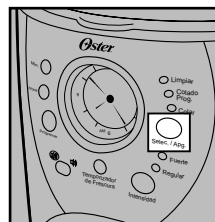

Figure 10
3. Pour activer la fonction infusion différée (COLADO PROG.) et programmer la cafetière afin qu'elle passe le café à une heure choisie, appuyez deux fois (figure 10) sur la touche sélection (SELEC./APG.). Le voyant jaune COLADO PROG. s'allumera. La cafetière infusera automatiquement le café plus tard. Le voyant de concentration du café s'allumera alors. Il suffit d'appuyer sur la touche concentration du café (INTENSIDAD) pour changer le réglage.
Pressez la touche sélection (SELEC./APG.) jusqu'à ce que tous les voyants lumineux s'éteignent (figure 10).